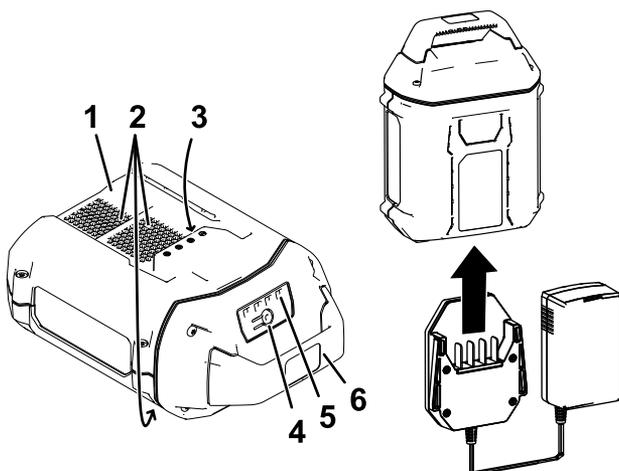

Figure 4
2. Alignez le creux de la batterie (Figure 4) sur la languette du chargeur.
3. Insérez la batterie dans le chargeur jusqu'à ce qu'elle soit complètement enclenchée (Figure 4).